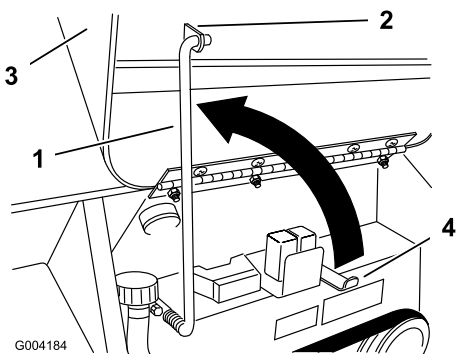

図 24
4. 支持棒をフードのブラケットにセットしてフードを支える 図 24。